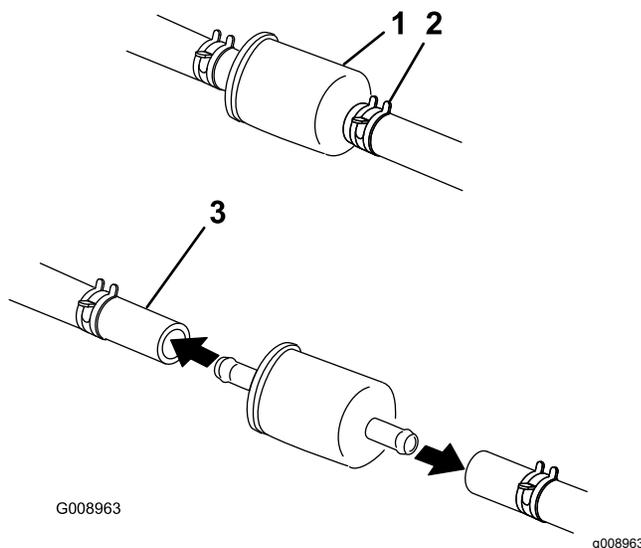

Figura 60
5. Premete le estremità delle fascette stringitubo ed allontanatele dal filtro (Figura 60).
7. Montate un nuovo filtro ed avvicinate le fascette stringitubo al filtro (Figura 60).